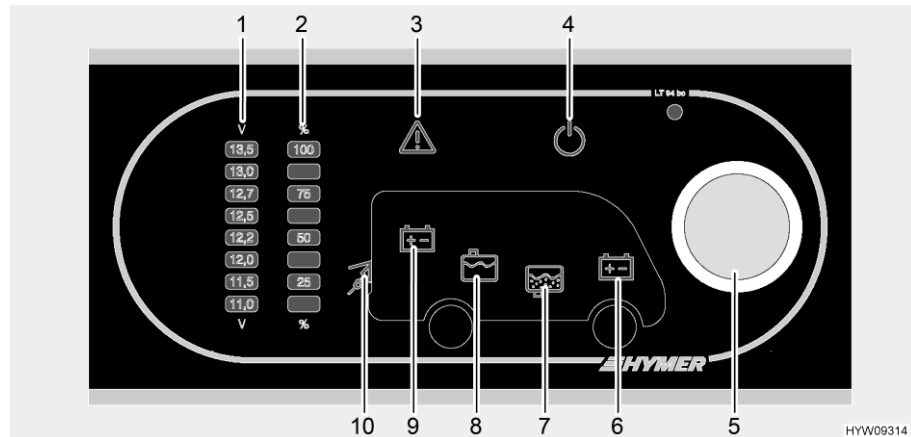

Fig. 95 Pannello di controllo (LT 94)
Il pulsante a rotazione (Fig. 95,5) inserisce o disinserisce il pannello di controllo e l'alimentazione a 12 V dell'abitacolo.
- Premere il pulsante a rotazione (Fig. 95,5): L'alimentazione a 12 V dell'abitacolo è inserita. La spia di controllo a 12 V (Fig. 95,4) diventa verde.
- Premere il pulsante a rotazione (Fig. 95,5): L'alimentazione a 12 V dell'abitacolo è disinserita. La spia di controllo a 12 V (Fig. 95,4) si spegne.
Mediante il pulsante a rotazione (Fig. 95,5) si possono interrogare sia la tensione della batteria dell'abitacolo che la tensione della batteria di avviamento. La tensione viene visualizzata sulla scala indicatore per la tensione della batteria (Fig. 95,1).
- Ruotare il pulsante a rotazione (Fig. 95,5), finché si accende il simbolo della batteria della quale deve essere interrogata la tensione.
Viene indicata la tensione della batteria dell'abitacolo (Fig. 95,9)
Viene indicata la tensione della batteria di avviamento (Fig. 95,6)
- Leggere la tensione sulla scala indicatore della tensione della batteria (Fig. 95,1).
Mediante il pulsante a rotazione (Fig. 95,5) si possono interrogare sia il livello del serbatoio dell'acqua che il livello del serbatoio delle acque grigie. Il livello viene visualizzato sulla scala indicatore livello dei serbatoi (Fig. 95,2).
- Ruotare il pulsante a rotazione (Fig. 95,5), finché si accende il simbolo del serbatoio del quale deve essere interrogato il livello.
Viene indicato il livello del serbatoio dell'acqua (Fig. 95,8)
Viene indicato il livello del serbatoio delle acque grigie (Fig. 95,7)
- Leggere il livello sulla scala indicatore del livello serbatoio (Fig. 95,2).
La spia luminosa Alarm (Fig. 95,3) lampeggia non appena i valori limite fissati vengono superati per eccesso o per difetto.
La spia luminosa Alarm (Fig. 95,3) lampeggia non appena la tensione della batteria scende al di sotto di 11 V. Se l'alimentazione a 12 V è accesa, si accende anche il relativo simbolo della batteria (Fig. 95,6 o 9), e l'indicatore "11,0" sulla scala indicatore della tensione della batteria (Fig. 95,1) lampeggia. Rischio di uno scaricamento totale della batteria.
La spia luminosa Alarm (Fig. 95,3) lampeggia ed il relativo simbolo del serbatoio (Fig. 95,7 o 8) si accende non appena il serbatoio dell'acqua è vuoto o il serbatoio delle acque grigie è pieno.
La spia di controllo a 230 V (Fig. 95,10) si accende quando all'ingresso della centralina elettrica è presente una tensione di rete.